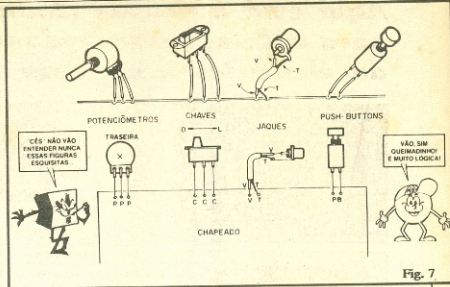

Fig. 7
- FIG. 7 - Muitas das peças costumavelmente usadas nos circuitos, são obrigatoriamente montadas fora da placa (salvo raras ocasiões, em CIRCUITOS IMPRESSOS com lay outs muito específicos...). É o caso dos potenciômetros, chaves, jaques, push-buttons e afins. Tais peças são sempre estilizadas, nos "chapeados" de maneira inequívoca e claramente "entendível"... Notar, nos exemplos da figura, alguns itens "informativos" importantes, que costumam aparecer nos nossos "chapeados":